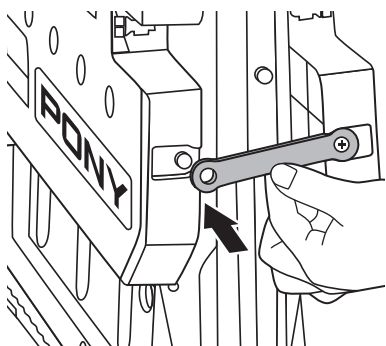

Figure 16
3. Utiliser les attaches de sécurité pour fixer la table des deux côtés. (Figure 16)